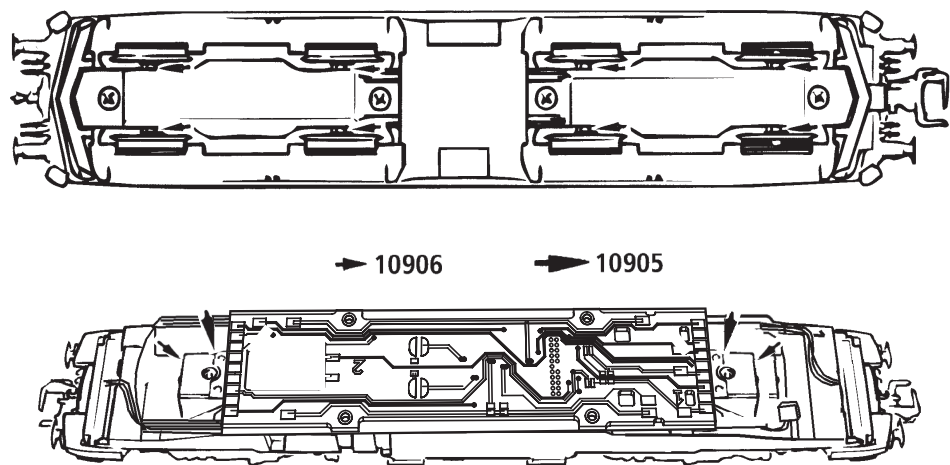

Fig. 6
3. Haftreifenwechsel: Zuerst den Getriebedeckel abnehmen (Fig. 6). Danach den **Radsatz** herausnehmen und die **Haftreifen** mit einer Nadel od. mit einem feinen Schraubendreher abziehen (Fig. 6). Beim Aufziehen der neuen Haftreifen darauf achten, dass diese sich nicht verdrehen.
3. Change of traction tyre: Remove the gear cover (fig. 6). Take out **wheel set** and remove **traction tyre** using a pin or a fine screwdriver (fig. 6). When pressing on the new traction tyre please **avoid twisting it**.
3. Échange des bandages d'adhérence: Démontez d'abord le **couvercle du carter des engrenages** des en-grenages (fig. 6). Délogez ensuite les essieux bandagés et enlevez, à l'aide d'une aiguille ou d'un tourne-vis fin, les bandages d'adhérence (fig. 6). Lors du montage des nouveaux bandages veuillez veiller à ce que les bandages **ne soient pas tor-dus**.